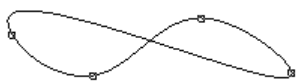

图 3.2.22 闭合的（显示通过点）
- ◆ 选取  **Closed End with Fit Points** 选项，则此时的样条如图 3.2.22 所示。